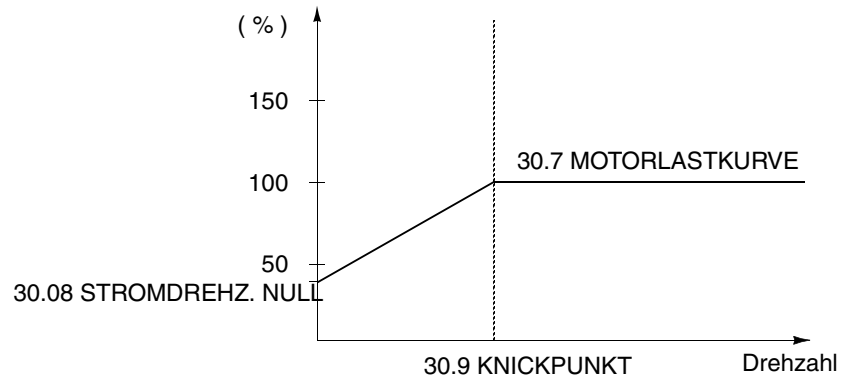

Abbildung 6-19 Motorlastkurve.
- Für die Berechnung der Motorerwärmung wird eine Lastkurve angenommen (Abbildung 6-19). Der Motor erwärmt sich bei Betrieb oberhalb der Kurve über die Nenntemperatur hinaus und kühlt bei Betrieb unterhalb der Kurve ab. Die Erwärmungs- und Abkühlgeschwindigkeit wird mit Parameter 30.06 MOTOR THERM ZEIT eingestellt.
Dieser Parameter legt den Punkt fest, bei dem die Motorlastkurve vom Höchstwert (festgelegt mit Parameter 30.07 MOTORLASTKURVE) auf den Wert abzufallen beginnt, der durch Parameter 30.08 STROMDREHZ.NULL eingestellt ist. Abbildung 6-19 zeigt ein Beispiel für eine Motorlastkurve.